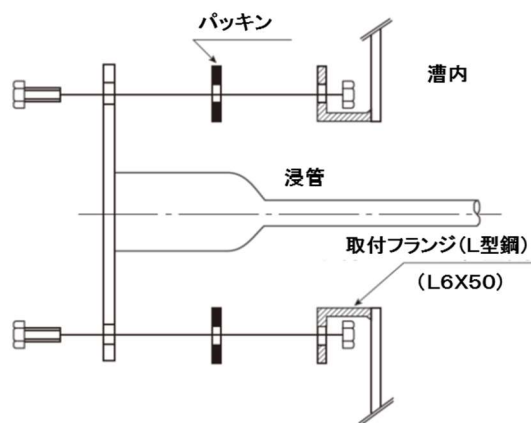

図1. 液槽との取り合い
- ・浸管の取付は、図1の様に液槽側にL型鋼でフランジを設置し、ボルトとナットで固定して下さい。